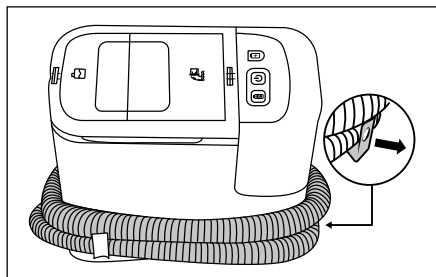

Fig. 4
- ◆ Retire o suporte de mangueira 15 do aparelho. Coloque a mangueira de pulverização/aspiração 19 à volta do aparelho, utilizando os suportes de mangueira 15/16 (ver fig. 4).